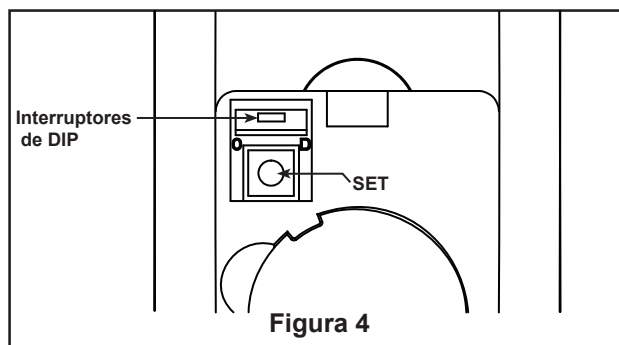

Figura 4
3. Cuando haya realizado la conexión, fije el dosel para cubrir el receptor y el soporte colgante. Teniendo cuidado de no pillar los cables y ponga los cables blancos y verdes en un lado y los cables negros hacia el otro lado. Los cables deben ser colocados de forma extendida poniendo el conductor de la toma de tierra y el conductor de toma de tierra del equipo a un lado de la caja, colocando el conductor sin toma de tierra en el otro lado. (Figura 4)
4. Si desea instalar el kit de iluminación, sátese este paso. Instale la cubierta del cable del kit de iluminación en la ensamble de la placa de iluminación usando el tornillos previamente retirado y asegure los tres tronillos. (Figura 4)
### 6. Configuración del mando a distancia y proceso de configuración de la velocidad (RPM): (Figura 4)